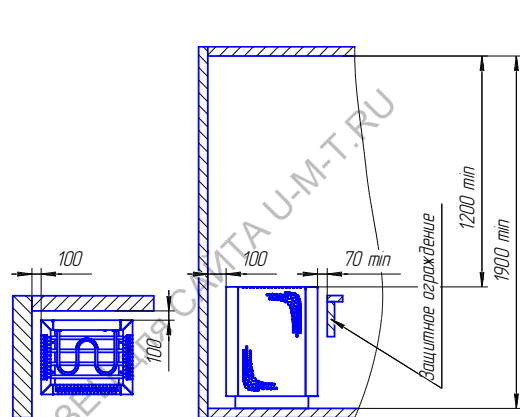
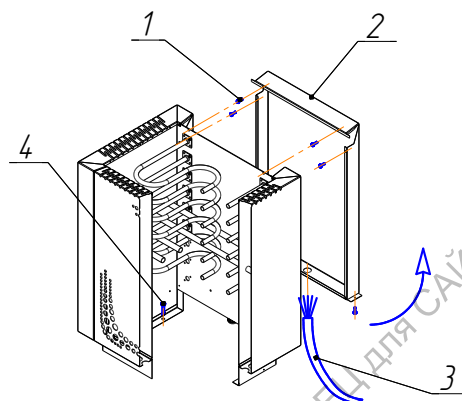

Рис.1 Безопасные расстояния
Рис.2 Установка каменки
6.1. **ВЫБОР МОЩНОСТИ** каменки необходимо производить с учетом размеров сауны (п.2.), помещения парильни (п.п.6.2.), а также расстояний от каменки до стен, потолка, пола в соответствии с размерами указанными на Рис.1 «Безопасные расстояния». Каменка со слишком большой мощностью нагреет сауну слишком быстро, камни не успеют хорошо прогреться и вода, политая на камни, вместо того, чтобы превратиться в пар, просто стечет. С другой стороны, при недостаточно мощной каменке, процесс нагрева сауны будет нежелательно долгим, что сокращает срок службы нагревательных элементов.
6.4. **УСТАНОВКА КАМЕНКИ** производится согласно рис.1 «Безопасные расстояния» и рис.2 «Установка каменки». Каменка устанавливается на теплостойкий фундамент и закрепится стационарно к полу крепежными элементами поз.4.
Около каменки стены и потолок сауны должны иметь огнезащитную панель из листового металла с теплоизоляцией из листового асбеста или минваты. Установку защитной решетки вокруг каменки следует производить на расстоянии указанном на рис.1 «Безопасные расстояния».
Для подсоединения каменки к сети необходимо демонтировать задний кожух поз.2 рис.2. Для этого необходимо выкрутить 4 винта поз.1 со стороны емкости для камней и 2 винта с низа каменки как показано на рис.2. После этого необходимо нижнюю часть заднего кожуха потянуть на себя и поднять вверх. Провода необходимо пропустить в кабельный ввод на заднем кожухе и закрепить на соответствующие клеммы клеммной колодки. Сборка каменки осуществляется в обратной последовательности.